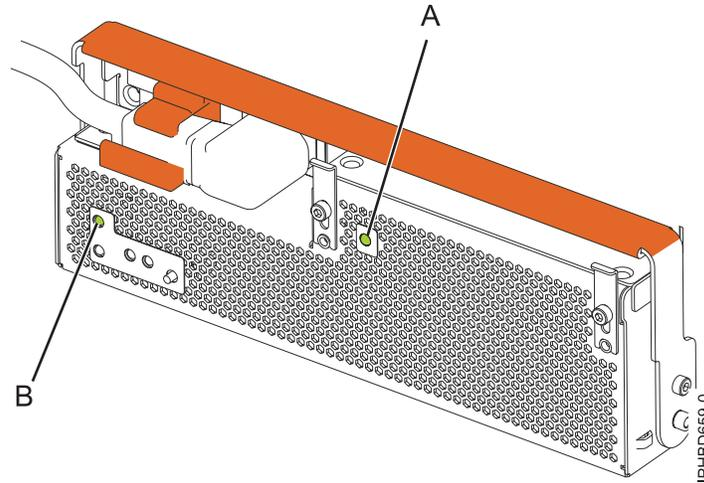

Figura 65. LED de alimentación CA y alimentación OCA de unidad de expansión
9. Observe el estado de la alimentación CA de color verde en **(A)** y de los diodos emisores de luz (LED) de alimentación de conjunto de convertidor fuera de línea (OCA) **(B)** que se muestran en la Figura 65 en la página 82 y realice una de las acciones siguientes, según corresponda: